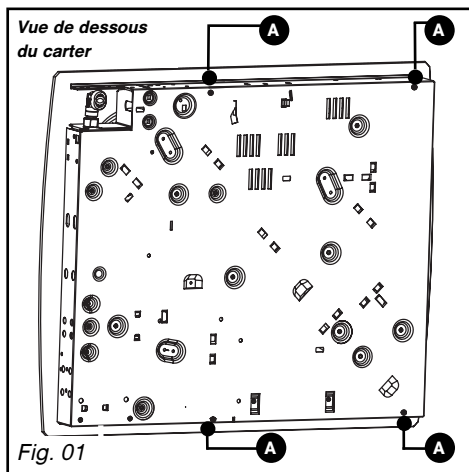

Fig. 01
– Vous pouvez immobiliser, si vous le désirez, la table au moyen de pattes de fixation livrées avec leur vis (Fig. 02) se fixant aux coins du carter. **Utilisez impérativement les trous prévus à cet effet suivant le dessin ci-dessus (Fig. 01).**